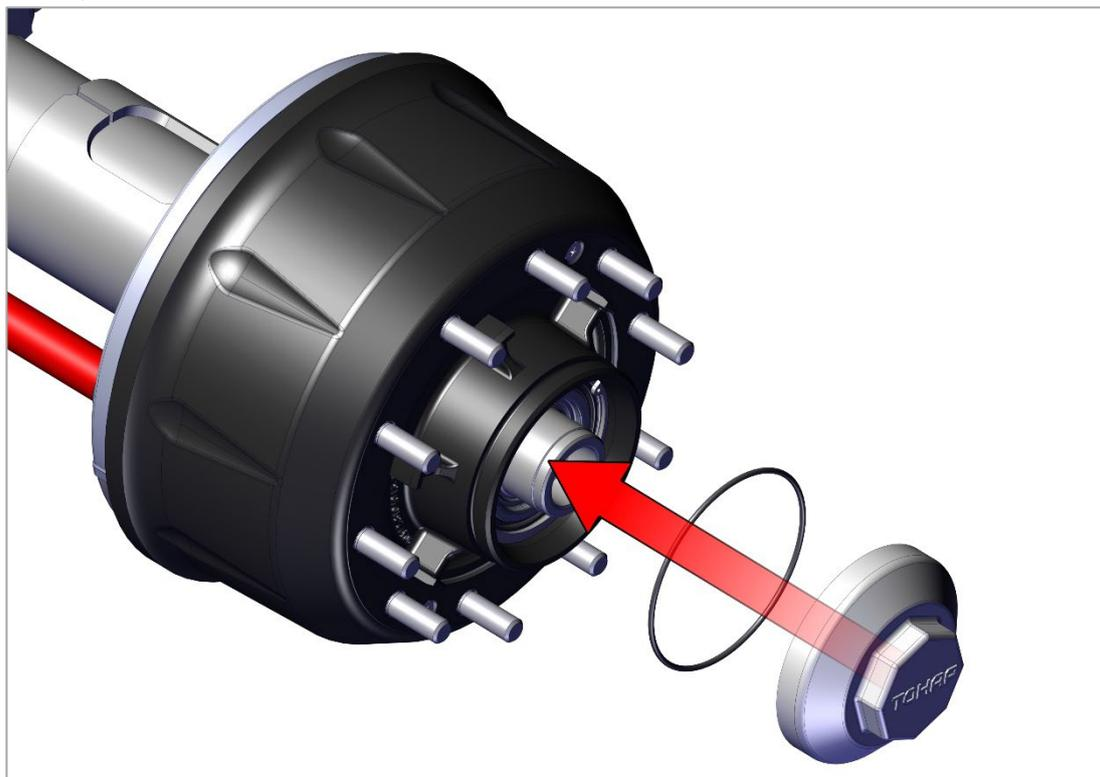

Рис. 18. Монтаж крышки ступицы колеса с резиновым уплотнительным кольцом.
3) Установите крышку ступицы колеса с резиновым уплотнительным кольцом (рис. 18.).